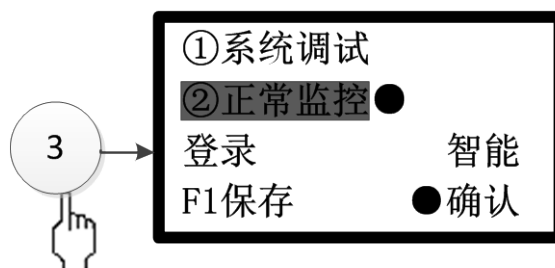

图 3-21
按下数字 3 键或光标移至③后按确认键，可进入系统工作模式设置界面(如图 3-21 所示)。进入本界面后，在系统工作模式中有①系统调试②正常监控。打了“●”表示保存后的系统工作状态，按上下键选择系统工作模式。在正常监控模式下，按左右方向键选择登录或者不登录。选择完成后需要按 F1 键保存。